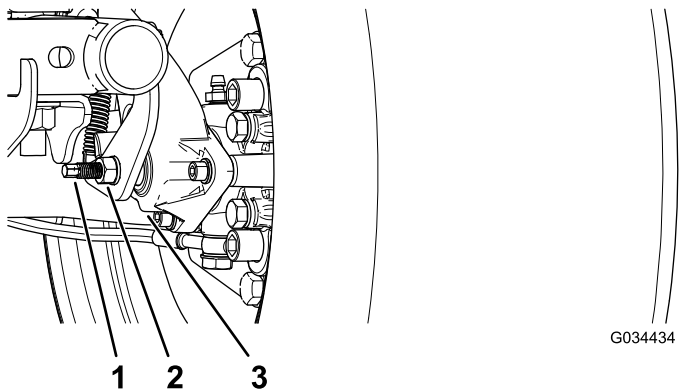

Figura 60
3. Usando 2 llaves, sujete el espárrago de ajuste de la pinza con una llave y afloje la contratuerca ¼ de vuelta con la otra llave (Figura 60).
4. Sujetando el espárrago de ajuste y la contratuerca para que no se muevan, gire el espárrago de ajuste hacia dentro para apretarlo (Figura 60).
5. Sujetando el espárrago de ajuste y la contratuerca para que no se muevan, afloje el espárrago ¼ de vuelta (Figura 60).
6. Sujetando el espárrago de ajuste y la contratuerca para que no se muevan, apriete la contratuerca (Figura 60).